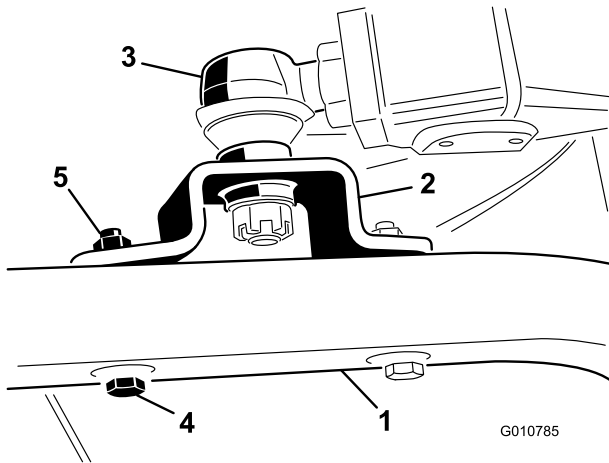

Figure 7
- Fixez les supports de rotules à chaque bras de roue pivotante avec 2 vis (7/16" x 3") et écrous à embase (7/16") (Figure 7).
- Serrez le grand écrou de blocage qui fixe la rotule au bras de levage (Figure 7).